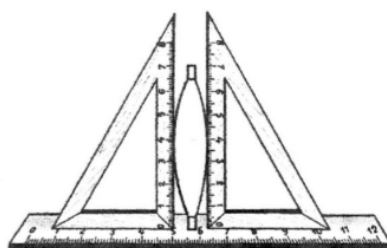

Рис.1
2. Измерьте толщину линзы h (рис.1)